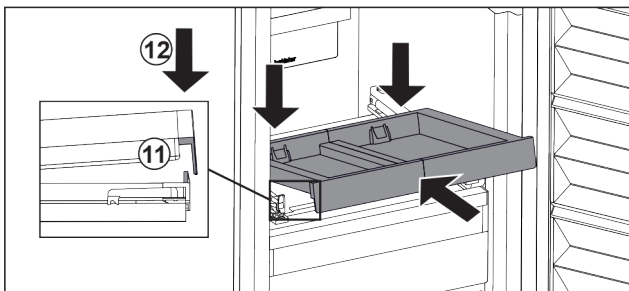

Fig. 45
- Työnnä sisään vinossa asennossa. Varmista samalla, että pysäytinvaste on molemmilla puolilla kielekkeen takana. Fig. 45 (11)
- Laske vetotaso edestä alas. Fig. 45 (12)